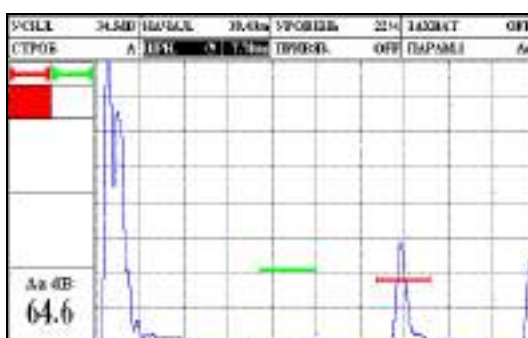

Рисунок 2.51 – Наведения строба на отраженный сигнал
- Получить отраженный эхо-сигнал от эквивалентного отражателя и подвести к нему строб А (рис. 2.51).